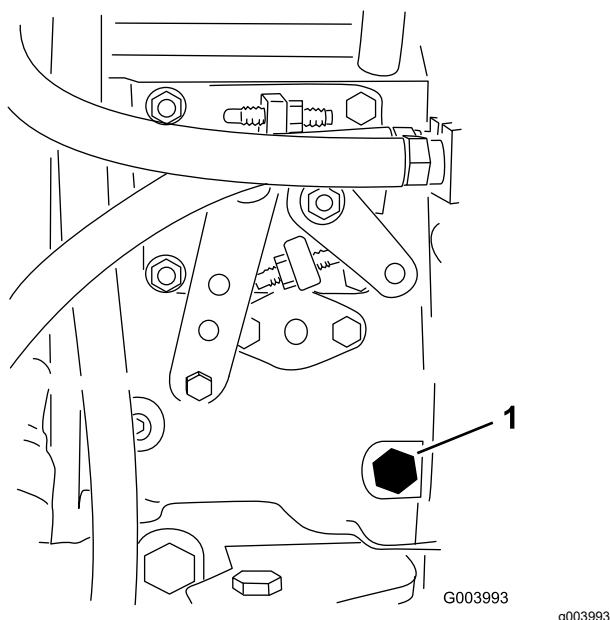

Figura 31
3. Desaperte o parafuso de purga que se encontra na bomba de injeção de combustível (Figura 31) com uma chave de 12 mm.